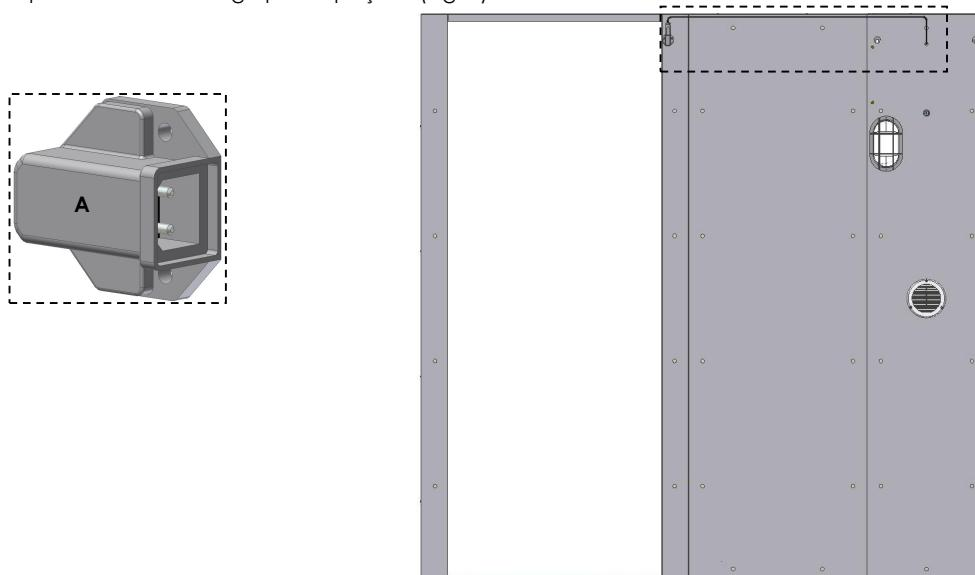

Fig. 1
- Encaixar o cabo que se encontra no grupo na peça A (Fig. 1).